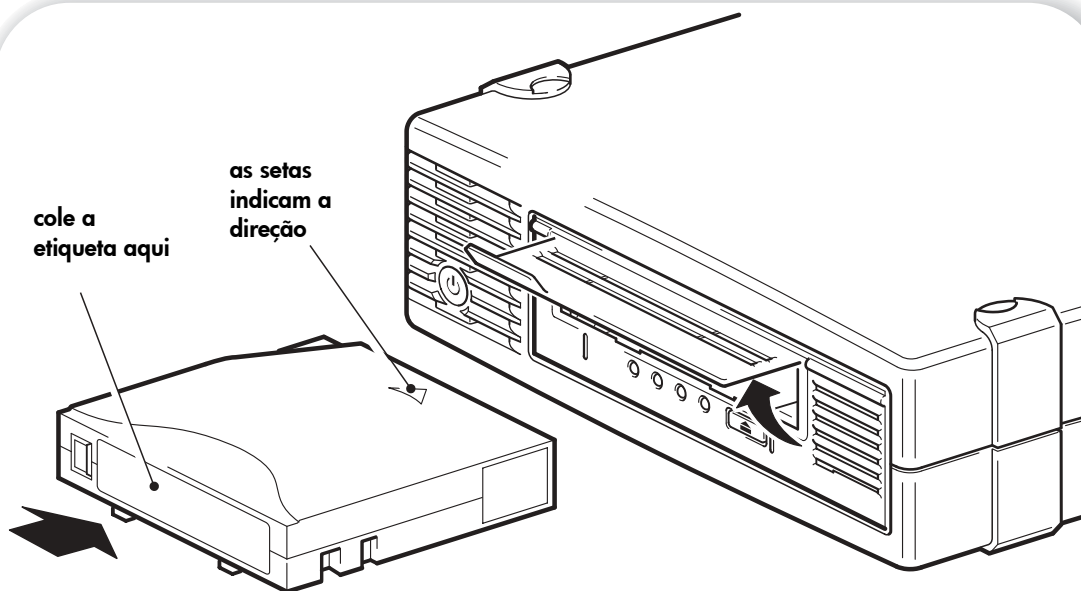

Figura 7a: carregar um cartucho
- 1 Levante a porta do cartucho e insira o cartucho no slot na parte frontal da unidade, com a seta branca voltada para cima e na direção da porta da unidade. Pressione suavemente até a unidade segurar o cartucho e carregá-lo (Figura 7a).